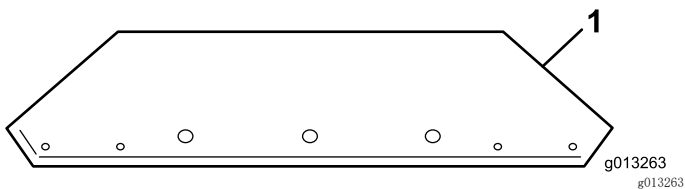
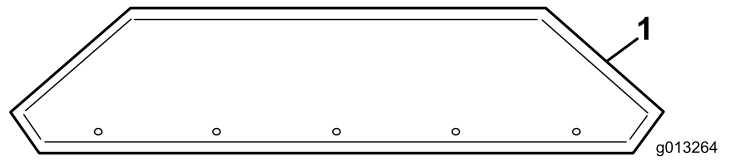

图10
图11
1. 将料斗延长组件从盒子中卸下、并确定前部和后部（图10 和 图11）。